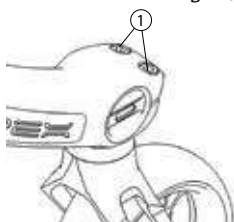

fig. 22a
- Se l'alloggiamento caster non è in piano, allentare le viti (1) (fig 22a)
- Serrare le viti (1). Questo tenere la posizione custodia caster.